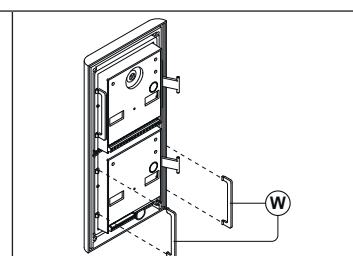

Fig. 4
Inserire i fermi anti-effrazione (W) come mostrato in Fig. 4.